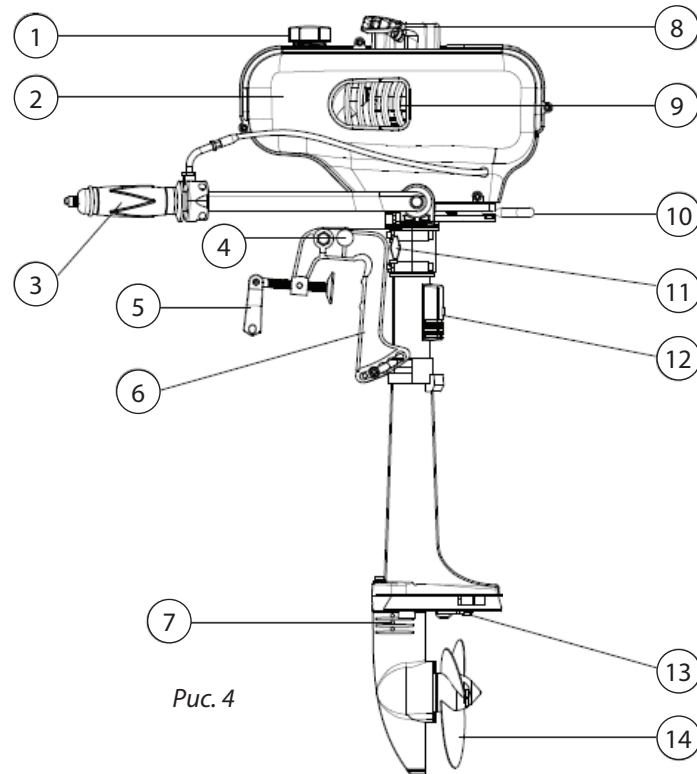

Рис. 4
1.2 Переместите рычаг дроссельной заслонки в положение 'закрыто' (Рис. 4 – обратно направлению стрелки).